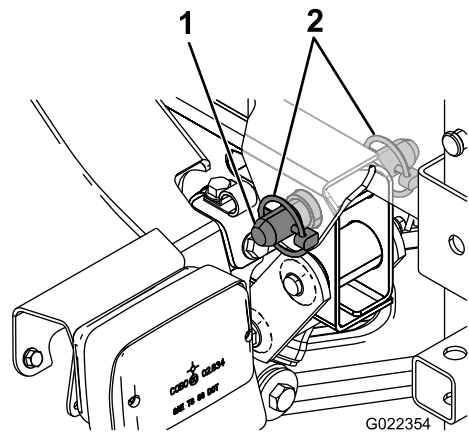

Figure 10
5. Alignez les trous des pattes de pivot à l'arrière du patin de cuve et les trous du tube de pivot du plateau au bout du cadre du véhicule (Figure 10).
6. Placez un axe de chape conique et 2 goupilles à anneau sur la patte de pivot pour fixer la cuve au châssis (Figure 10).